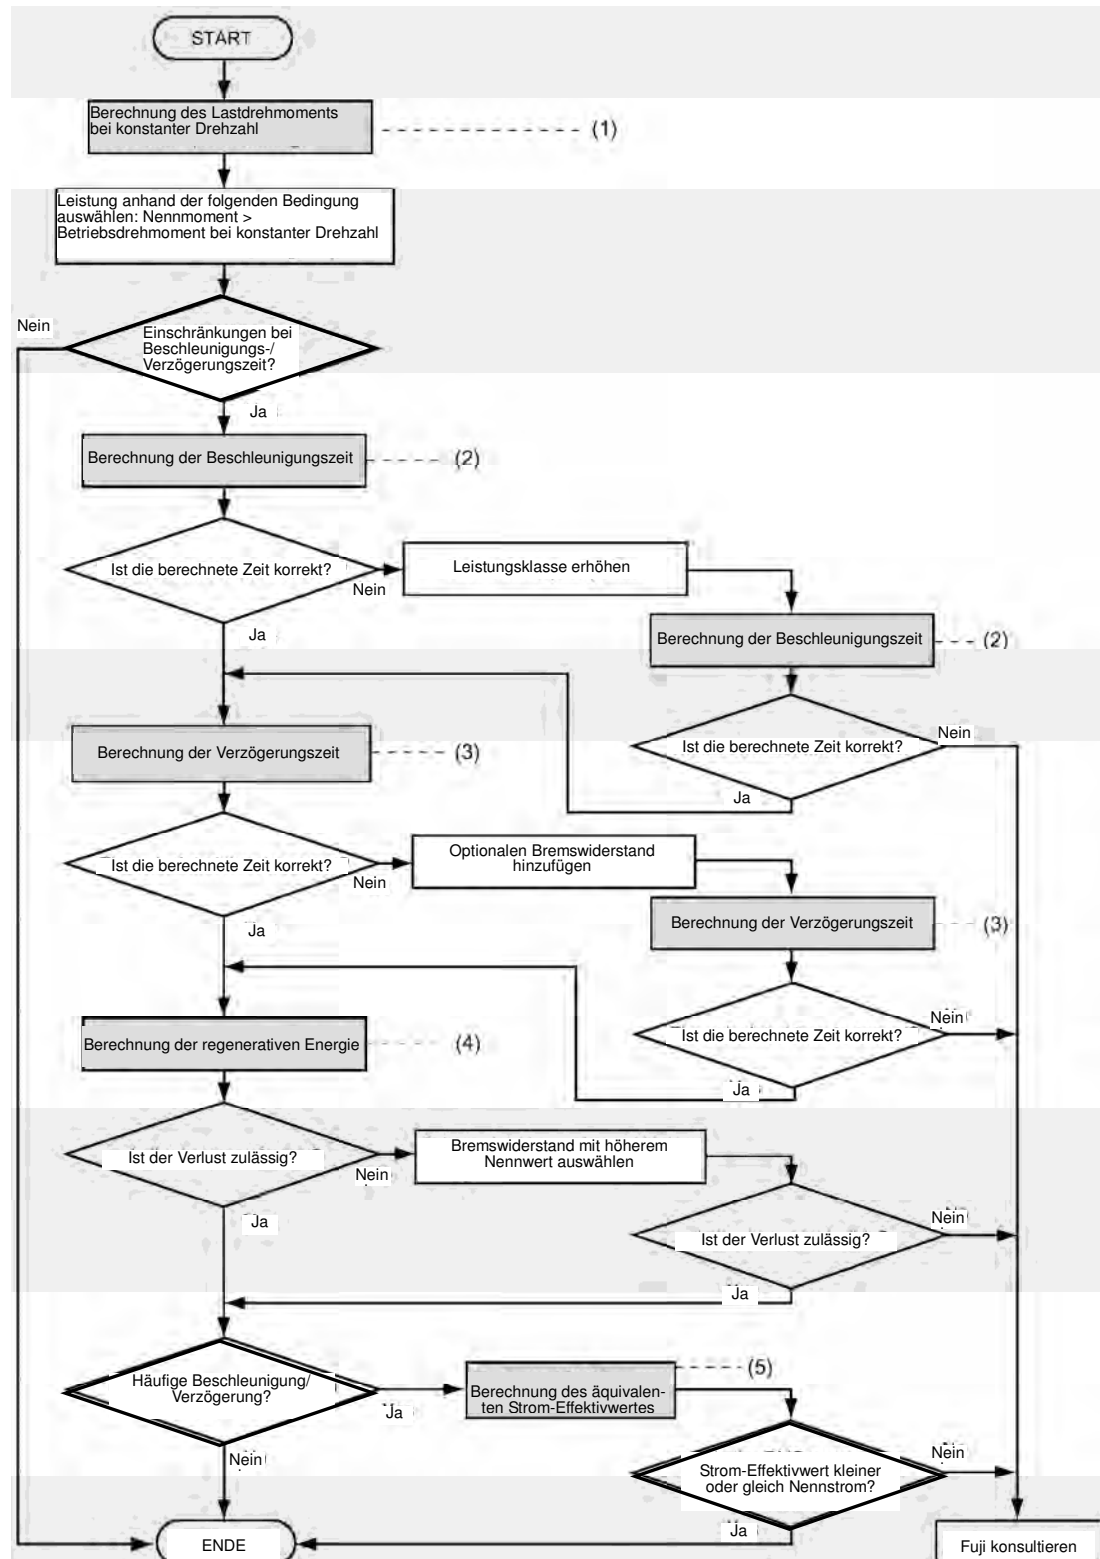

Abbildung 7.3: Auswahlverfahren
Die Abbildung 7.3 zeigt das allgemeine Verfahren zur Auswahl des optimalen Umrichters. Die mit (1) bis (5) nummerierten Elemente werden auf den folgenden Seiten beschrieben.